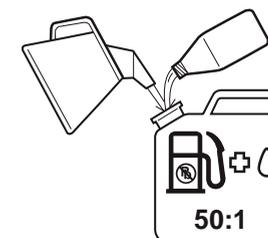

Fig. 10
- > Mélangez une essence sans plomb de qualité ordinaire et une huile pour moteur de qualité moteurs 2-temps refroidis par air dans un conteneur adapté (Fig. 10).